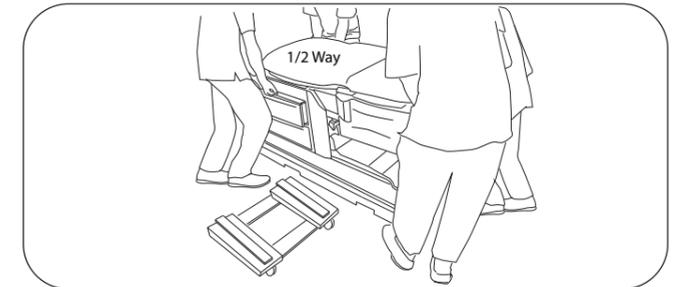

Figure 22. Points de levage arrière
1. Pour plus de sécurité, déplacez la table sur le chariot à meubles en deux étapes. Soulevez la table à la verticale, relevez-la à moitié de la palette et abaissez-la à la verticale (Figure 22).